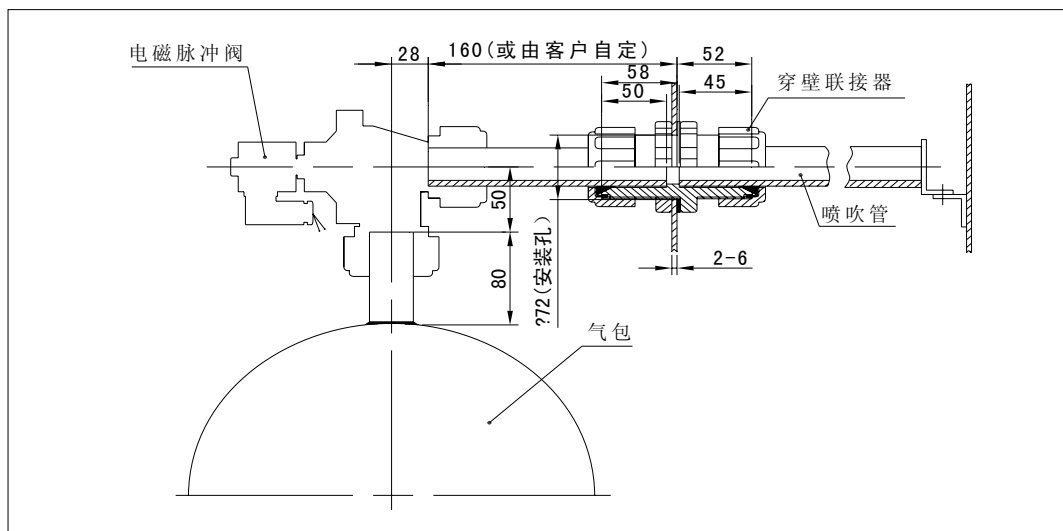

图10 DMF-ZM-40S型电磁脉冲阀与穿壁联接器 (FAP-A-2) 安装图
3. 电磁脉冲阀的电源插头应与脉冲控制仪输出线相连接。阀线圈上的专用插头有三个插孔，有“≡”符号的接地线，用户按有关规程决定是否接地（电压小于 36V 时可不接地，大于 36V 时应接地），另两个线圈电源插脚，分别与脉冲喷吹控制仪对应的端子和公共线端子相连接，见图 10 所示。（应参照脉冲喷吹控制仪使用说明书有关章节安装）